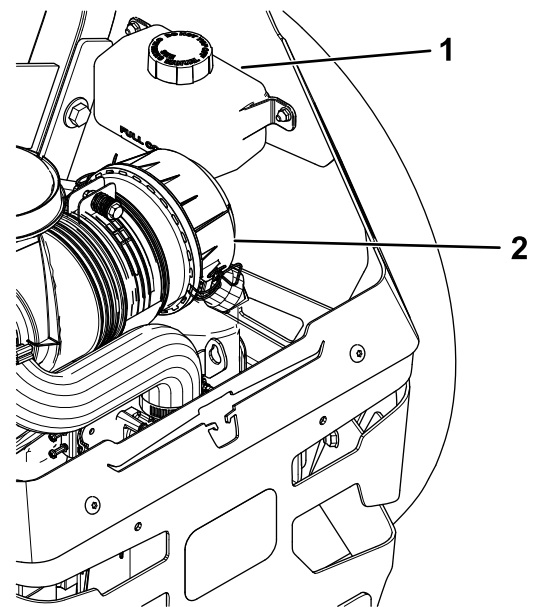

Figura 81
2. Compruebe el depósito de expansión y si es necesario, añada fluido hidráulico Toro® HYPR-OIL™ 500 hasta la línea FULL COLD (Figura 81).